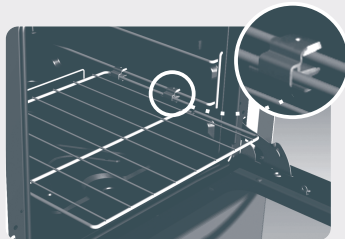

Fig. 21
- 2 | Encaixe a prateleira nos trilhos figura (Fig. 21).